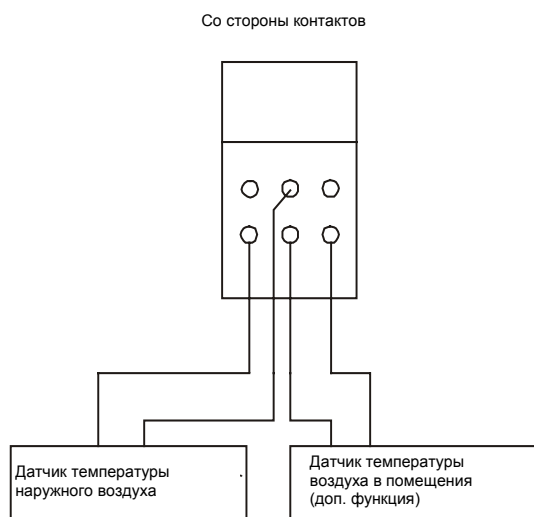

Рис. 5
4.2 Подключения датчика температуры наружного воздуха (Рис. 5)